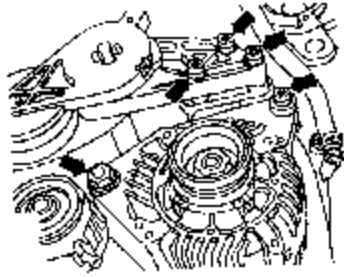

图 2-118 拆卸张紧装置及发电机
(3) 从发电机、叶片泵及粘液型风扇支座上拆下进气歧管支架、气缸体支柱、扭矩反应器支座的支架。拧下图 2-118 箭头所示螺母，从支座上拆下多楔皮带张紧装置及发电机。